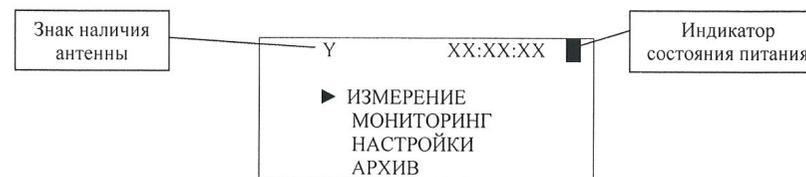

Рисунок 2
На ЖК-индикаторе БИ на странице «Главного меню» (рисунок 2) выбрать «Измерение» нажать кнопку «Ввод». Наблюдать на ЖК-индикаторе:
– затем, через 1 – 2 секунды, отображение страницы «Главного меню» (рисунок 2).
– после подсоединения антенны АМ1 (или АЭ1, или АЭ2) и включения измерителя ПЗ-90 наблюдали на ЖК-индикаторе последовательно наблюдали рисунок 1, рисунок 2, а после выбора пункта меню «Измерение» рисунок 3 (или рисунок 4, или рисунок 5);